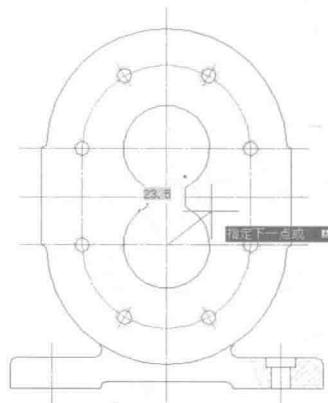

图 1-12 动态输入
(1) 在给出命令后，屏幕上出现动态跟随的提示小窗口，可以在小窗口中直接输入数值或参数，也可以在“指定下一点或”的提示下使用键盘上的向下光标键“↓”调出菜单进行选择。动态指针输入会在光标落在绘图区域时不断提示光标位置的坐标，如图 1-12 所示。
(2) 在动态输入的同时，在命令行同时出现提示，需要输入坐标或参数。在提示输入坐标时，一般情况下，可以直接用键盘输入坐标值，也可以用鼠标在绘图窗口拾取一个点，这个点的坐标便是用户的响应坐标值。
- (3) 在提示选取对象时，可以直接用鼠标在绘图窗口选取。